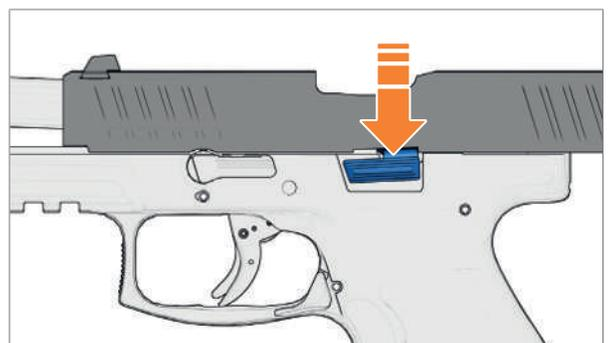

Abb. 24: Verschlussfanghebel nach unten drücken
- › Verschlussfanghebel nach unten drücken (Abb. 24). Der Verschluss schnellt nach vorne.